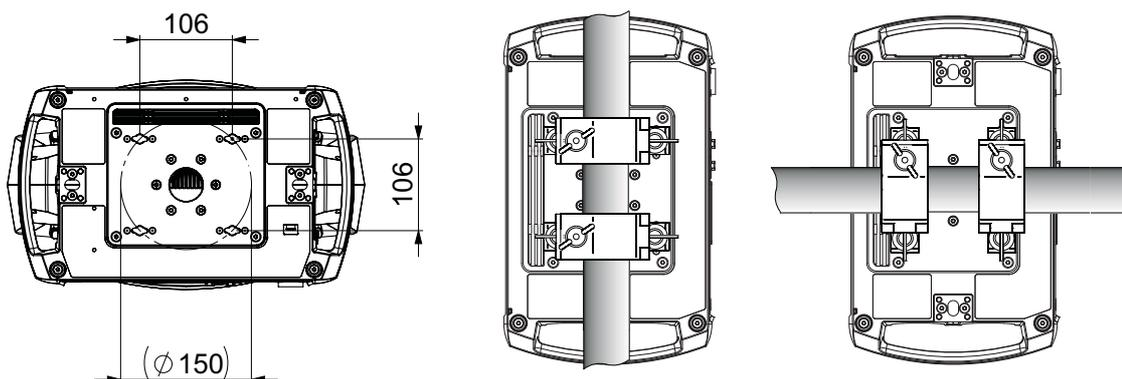
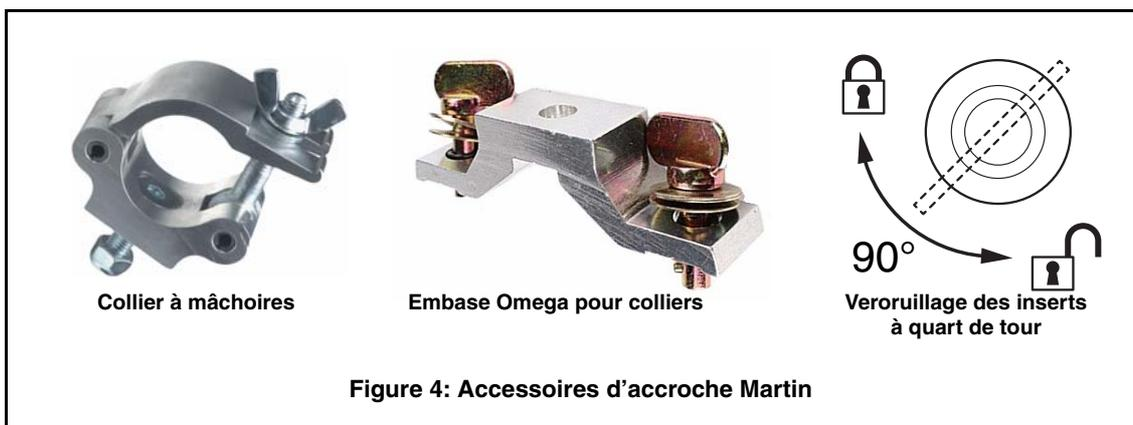

Figure 3: Positions des embases pour crochets
Figure 4: Accessoires d'accroche Martin
Le MAC Allure™ Wash PC peut être fixé à une surface comme la scène ou accroché à une structure dans n'importe quelle position. Les crochets doivent impérativement être à mâchoires (voir Figure 4), enserrant complètement le tube porteur, si le projecteur n'est pas accroché en douche, cas dans lequel tout type de crochet adapté au poids de l'appareil convient.
Les points de montage permettent d'orienter les embases parallèlement ou perpendiculairement au tube comme indiqué Figure 3.
3. Voir Figure 3 en page 10. Alignez le premier ensemble crochet - embase avec les deux trous de fixation dans la base et engagez les deux inserts à quart de tour. Voir Figure 4. Tournez complètement les inserts de 90° dans le sens horaire pour les bloquer. Répétez la même opération pour le second ensemble crochet - embase.